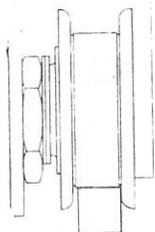

Fig. 33A
- (b) Si l'on constate un écartement comme dans la Fig. 33A, on procède à l'ajustement en ajoutant des cales derrière le profilé de renfort, ainsi qu'il est indiqué au paragraphe suivant.